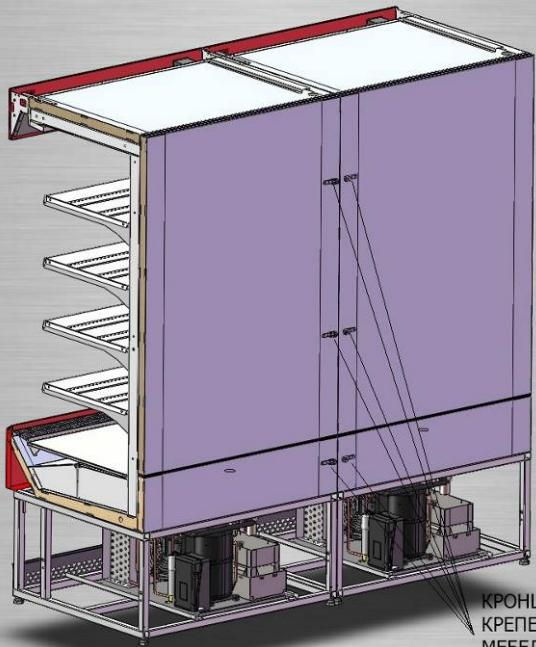

рис. 5
- Закрепить на витринах мебельные кронштейны, входящие в комплектацию витрин, саморезами 5Х35 в местах, указанных на рис.5, и стянуть витрины через мебельные кронштейны болтами M8Х60 и гайками M8, входящими в стыковочные комплекты витрин.